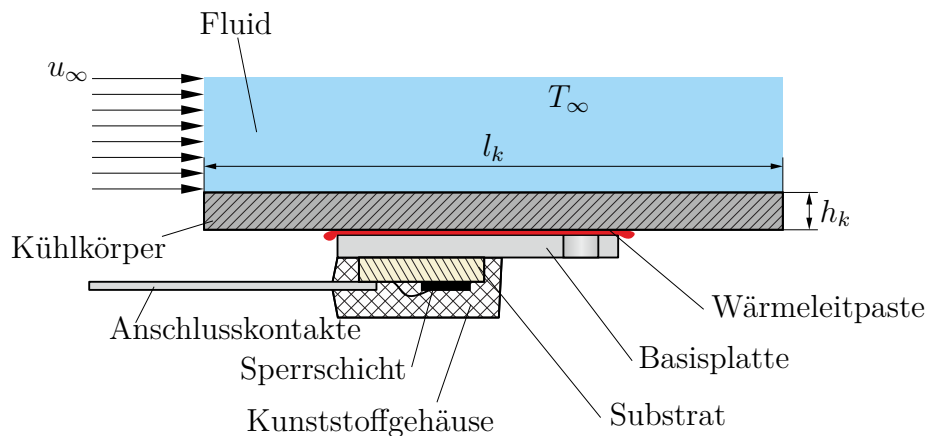

Abbildung 3: IC mit Wasserkühlung
3. In Abb. 3 ist die vereinfachte Skizze eines integrierten Spannungsreglers (IC) mit Wasserkühlung zu sehen. Für eine Eingangsspannung $U_e \in [U_{e,\min}, U_{e,\max}]$ liefert der lineare Spannungsregler am Ausgang die konstante Spannung U_a . Die angeschlossene Last zieht einen Gleichstrom I_a . Der gleiche Strom fließt auch eingangsseitig. Aus dem Datenblatt des Spannungsreglers ist der thermische Widerstandswert R_{SB} zwischen Sperrschicht und Basisplatte bekannt. Die Basisplatte hat eine Masse m_B und eine spezifische Wärmekapazität c_B . Die Wärmeübertragung über das Kunststoffgehäuse und die elektrischen Anschlusskontakte sei vernachlässigbar klein. Um die Kühlung zu verbessern, wird ein Kühlkörper mit der Länge l_K , der Breite b_K und der Höhe h_K aufgeschraubt. Das Material des Kühlkörpers besitzt die Dichte ρ_K sowie die spezifische Wärmekapazität c_K . Durch die Verwendung von Wärmeleitpaste wird zudem der Übergangswiderstand zwischen Basisplatte und Kühlkörper im Vergleich zu einem Luftspalt deutlich reduziert. Die Paste hat eine Wärmeleitfähigkeit von λ_P und wurde auf einer Fläche A_P mit einer Dicke h_P aufgetragen. Zur besseren Kühlung wird der Kühlkörper von einem Fluid (z.B. Wasser) mit der Temperatur T_∞ und der Geschwindigkeit u_∞ angeströmt. 10 P.]